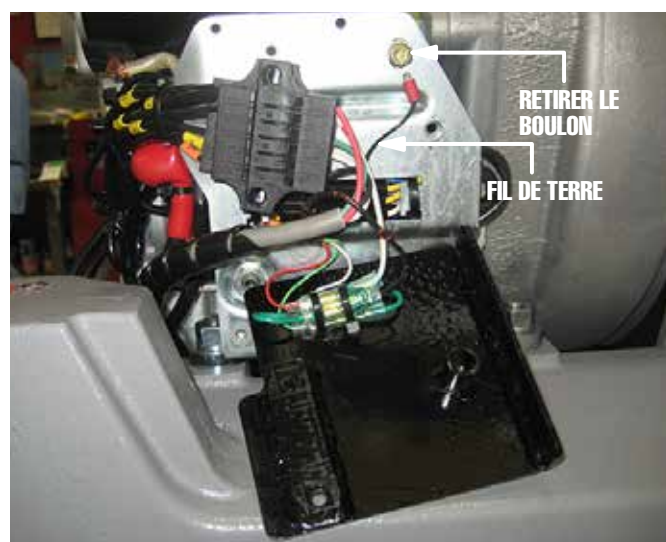

Figure 21. Ground Wire Disconnection (MVH508DZ)
5. Retirer la vis à tête hexagonale qui fixe le fil de mise à la terre à la plaque derrière le panneau électrique (Figure 21).